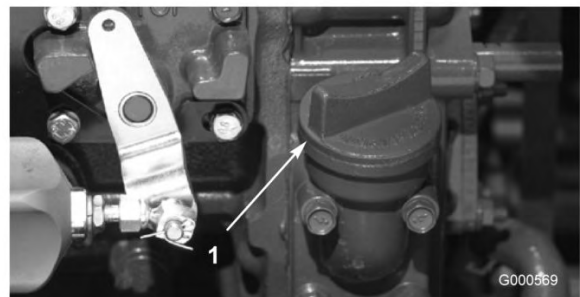

Figura 14
4. Se l'olio non raggiunge la tacca FULL, togliete il tappo di riempimento (Figura 14) e aggiungete olio finché il livello non raggiunge la tacca. **Non riempite troppo.**